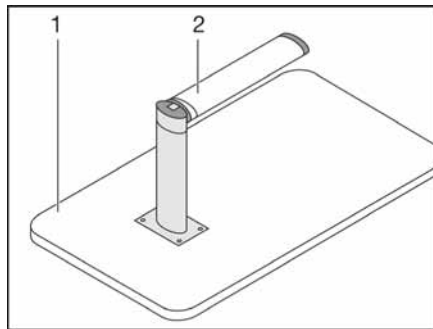

Bild 55 Sängbotten
- Lyft upp bordsskivan (Bild 55,1) ca 45° framtilt.
- Drag ned den nedre delen av det ledade stödbenet (Bild 55,2) och fäll ned det 90°.